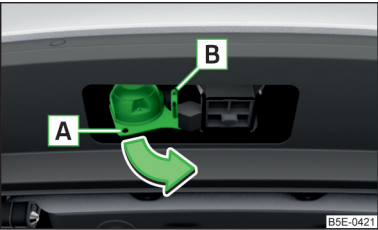

Fig. 197
- Agarre el conector de 13 polos por la zona A y extraígalo en el sentido de la flecha » fig. 197.
- Introducir el conector del cable del remolque en el conector de 13 polos A » fig. 197.